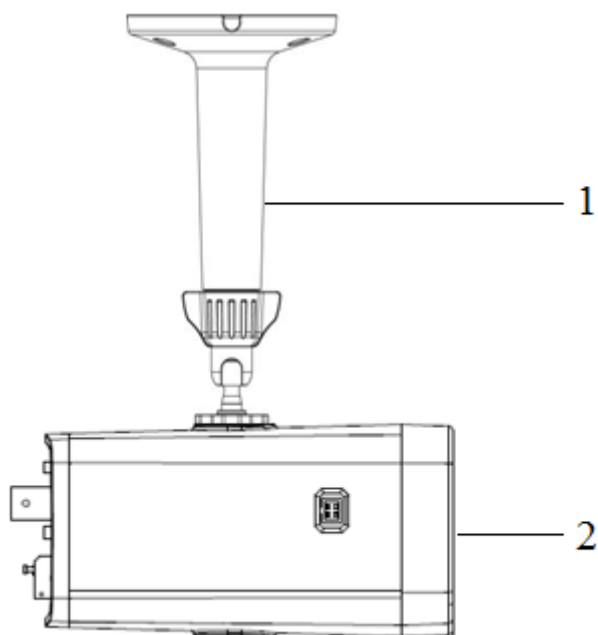

Рисунок 5.4
5.4.4 Закрепите видеокамеру на кронштейне (рис.5.4).